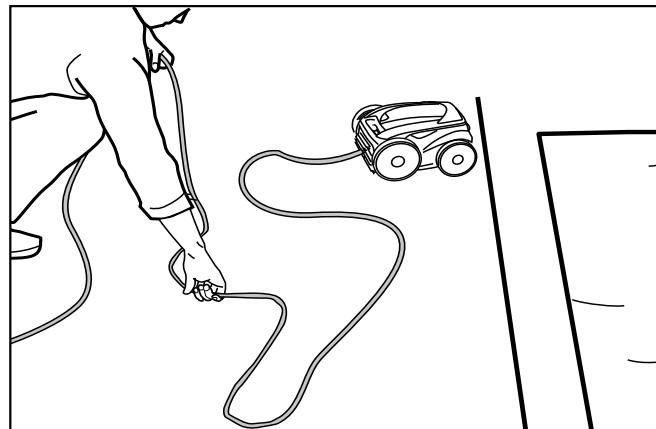

Figura 22. Alise el cable de alimentación eléctrica
- Comenzando por la cabeza del limpiador. Desenrolle el cable (Figura 22).